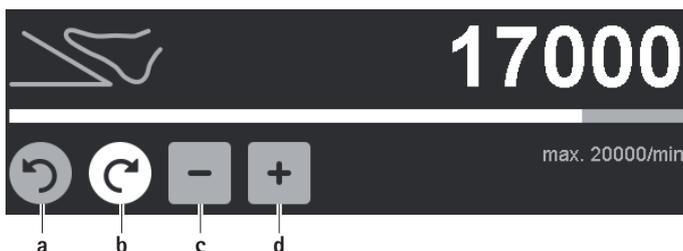

Fig. 6 Modifica del limite superiore dell'intervallo di numeri di giri/senso di rotazione
- ▶ Modificare il senso di rotazione: Attivare il tasto grigio non attivo del senso di rotazione orario/antiorario **a/b**, vedere Fig. 6.